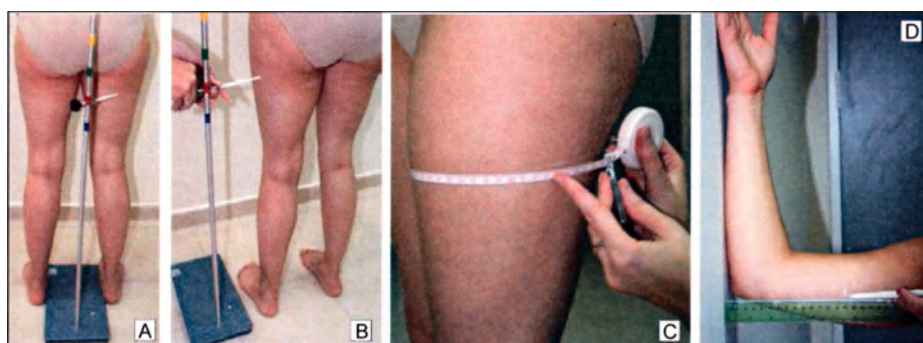

Рис. 15: Измерение частей тела по окружности:
1. Босой пациент должен встать прямо у стены. Его ноги должны быть прикреплены к полу, или хотя бы всё время занимать одно и то же положение по отношению друг к другу (см. Рис. 15 [A]).
2. К стенке следует приложить жёсткую (деревянную или пластмассовую) линейку длиной не менее метра. В качестве альтернативы можно использовать металлическую стойку с отметками (см. Рис. 15 [B]).
- 6. Затем все отметки, нанесённые на одно место измерения, нужно соединить портновским метром так, чтобы возникла прямая и ровная линия (см. Рис. 15 [C]).
- 8. Измеряя окружность руки, указывайте расстояние от стены до точки измерения. В дальнейшем вы будете измерять окружность руки именно в этом месте, пока пациент будет держать свою руку под прямым углом к стене (Рис. 15 [D]).